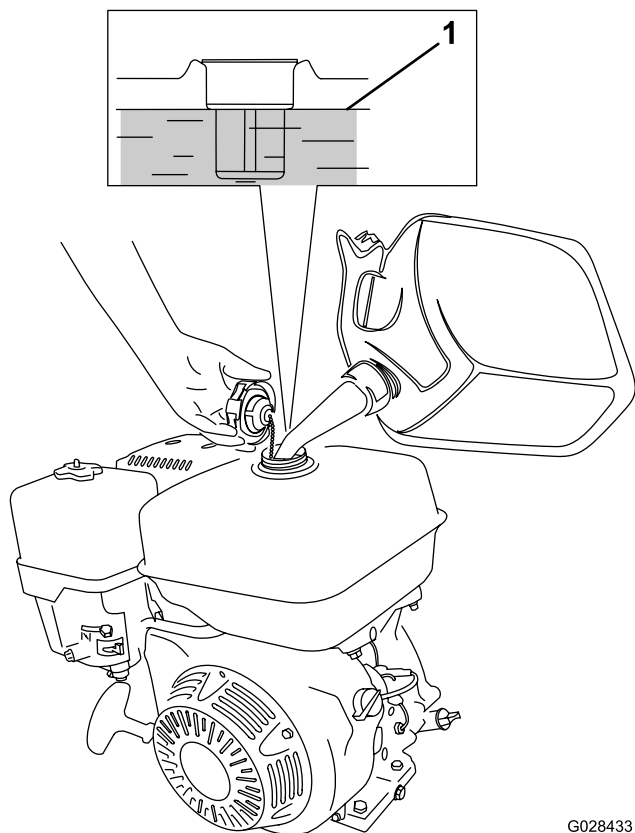

Figure 22
1. Nettoyez la surface autour du bouchon du réservoir de carburant et enlevez le bouchon (Figure 22). Remplissez le réservoir d'essence sans plomb (indice d'octane minimum 87 à la pompe) jusqu'à environ 25 mm en dessous du haut du réservoir pour permettre à l'essence de se dilater.